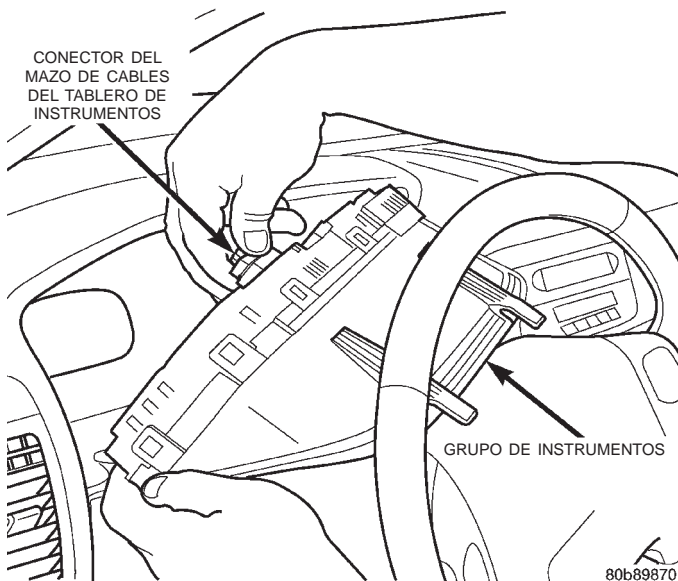

Fig. 10 Desmontaje e instalación del grupo de instrumentos
(3) Retire los dos tornillos que fijan las lengüetas de instalación superiores del grupo de instrumentos a la parte de abajo de forma abovedada del grupo de instrumentos en el acojinado superior del tablero de instrumentos.
(4) Retire los dos tornillos que fijan las lengüetas de instalación inferiores del grupo de instrumentos al conducto estructural de tablero de instrumentos.
(5) Tire hacia abajo las lengüetas de instalación superiores del grupo de instrumentos, después tire del grupo de instrumentos hacia atrás lo suficiente como para acceder al conector del mazo de cables del tablero de instrumentos (Fig. 10).